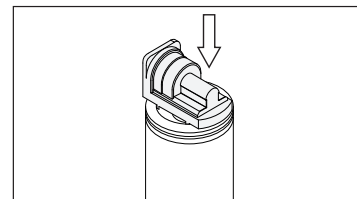

Figure 7
5. Pousser de nouveau fermement sur l'arrière de la valve doseuse. Un « dé clic » se fera entendre (voir la figure 7). Pousser de nouveau sur l'arrière de la valve doseuse. Un second « dé clic » se fera entendre (voir la figure 7). Le second « dé clic » indique que la valve doseuse est installée correctement sur la pile à combustible.